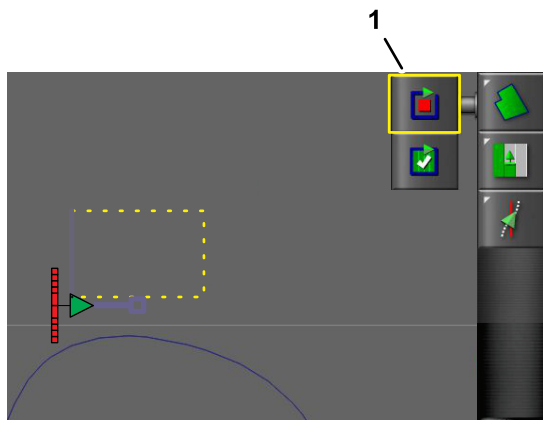

Bild 48
3. Bewegen Sie die Maschine und richten Sie den äußeren, mittleren Teil des linken Vorderrads am nächsten Punkt der geraden Feldgrenze aus und stoppen Sie die Maschine (Bild 48).
4. Tippen Sie auf das Symbol FELDGRENZE ERFASSEN und tippen Sie auf das Symbol ERFASSEN DER FELDGRENZEN PAUSIEREN (Bild 48).